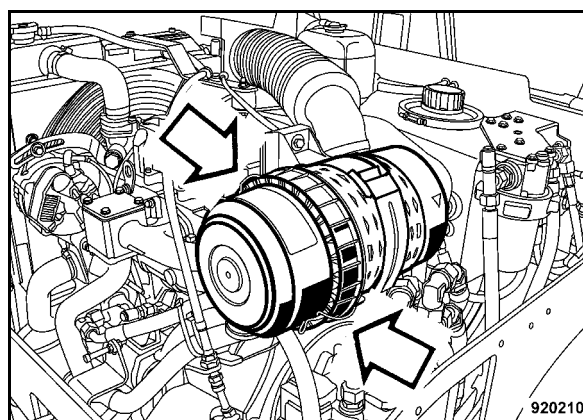

Fig. 139
- Allentare il gancio a scatto (Fig. 139) e rimuovere la calotta del filtro.